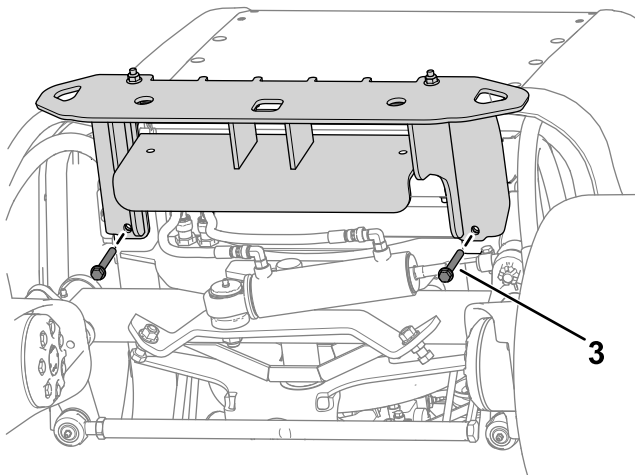

Рисунок 14
- Закрепите, не затягивая, бампер под рамой машины с помощью 2 болтов ( $\frac{3}{8}$  x  $2\frac{3}{4}$  дюйма) и 2 гаек ( $\frac{3}{8}$  дюйма), как показано на Рисунок 14.